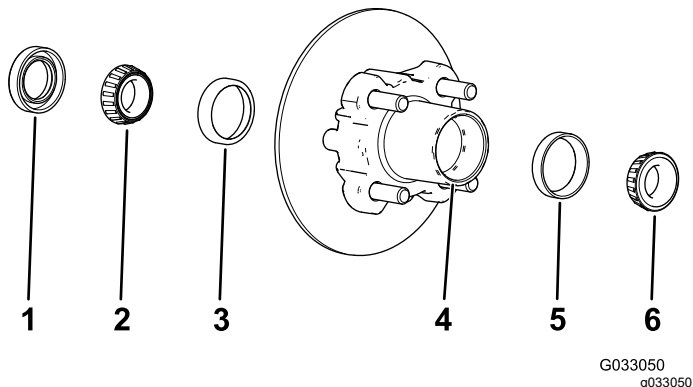

Figura 26
1. Retire o rolamento exterior e a correia do rolamento do cubo (Figura 26).
2. Retire o rolamento interior do cubo (Figura 26).
5. Limpe a cavidade do cubo de lubrificante, sujidade e detritos (Figura 26).
7. Encha a cavidade do cubo 50 a 80% com o lubrificante especificado (Figura 26).
8. Monte o rolamento interior na correia no lado interior do cubo e coloque o vedante (Figura 26).